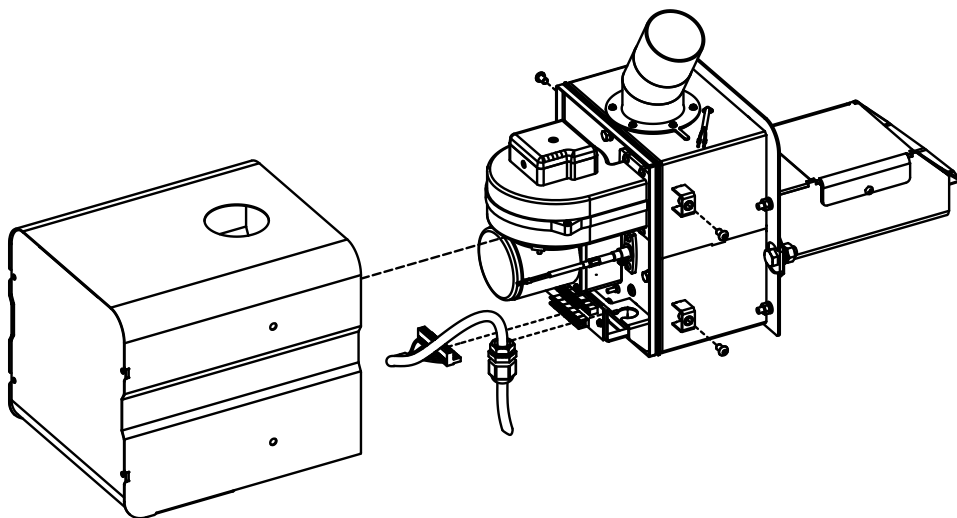

Рис. 13 Подключение кабеля управления к приставной пеллетной горелке
6.4.2. Подключение пеллетной горелки к пульта управления осуществляется с помощью кабеля с разъемом, см. (Рис.13). Для подключения горелки отвинтите крепежные винты и снимите кожух горелки. Далее необходимо сальник, имеющийся на кабеле установить в специальный кронштейн на корпусе горелки и зафиксировать его гайкой. После этого разъем XS1 присоединить к ответной части на плате коммутации.